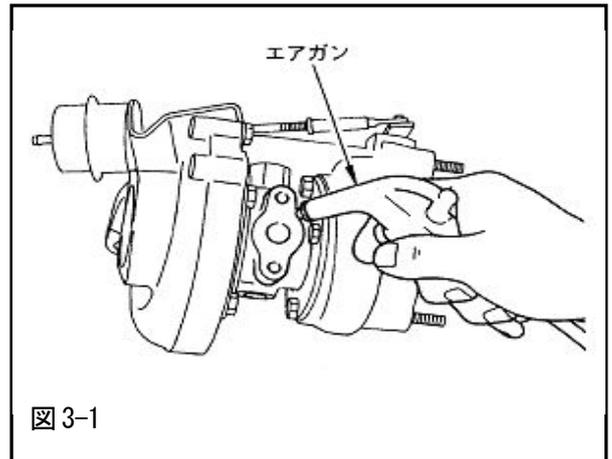

図 3-1
- ・ターボチャージャ Assy に取付けるフロントパイプ、サクシオンパイプ、ウォータライン、オイルラインにエアガンでエアブローを行ない、異物のないことを確認してください。(図 3-1)